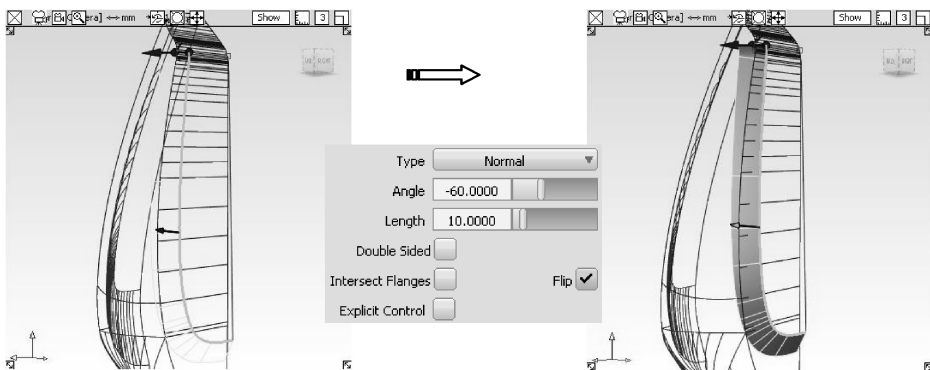

图 9-43 创建凸缘曲面
- 45 选择【Multi-surface draft】工具, 在其对话框中将拉伸类型改为【Normal】, 单击拉伸曲面与过渡曲面的剪切边缘, 调整角度, 创建凸缘曲面, 如图 9-43 所示。